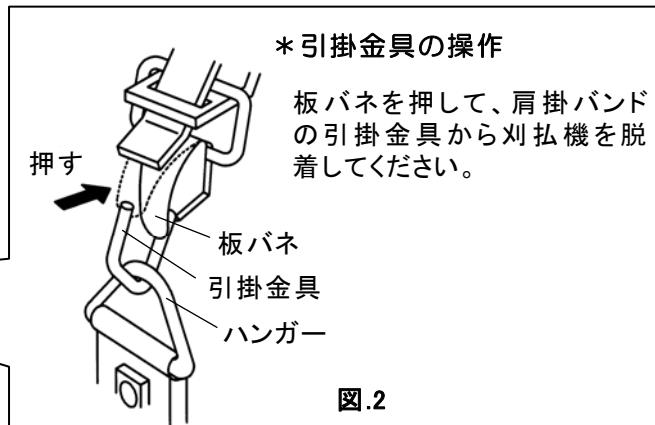

図.2
② 図.2 のように、肩掛けバンドの引掛け金具を刈払機のハンガーに取り付けてください。
③ 刈払機を身体の右側に吊り下げ、刈刃が地面と平行になるようにバンドの長さを調整してください。